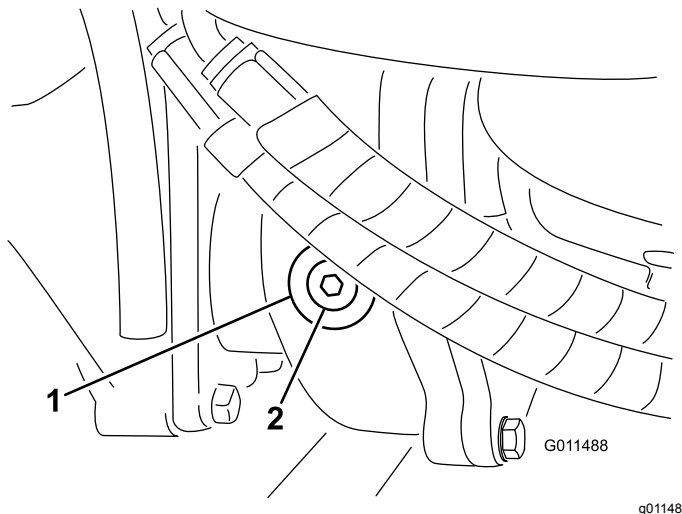

図 60
2. ギアボックスの左側から点検・補給用プラグを抜き、穴の高さまで潤滑油があることを確認する 図 60。